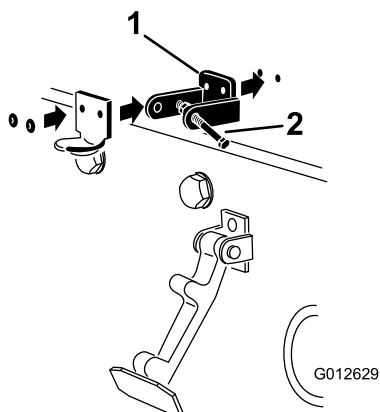

図 8
4. CEロックブラケットとフードラッチブラケットの穴を整列させてフードにセットする図 8。
6. ブラケットとワッシャをフードにリベットで固定する図 8。